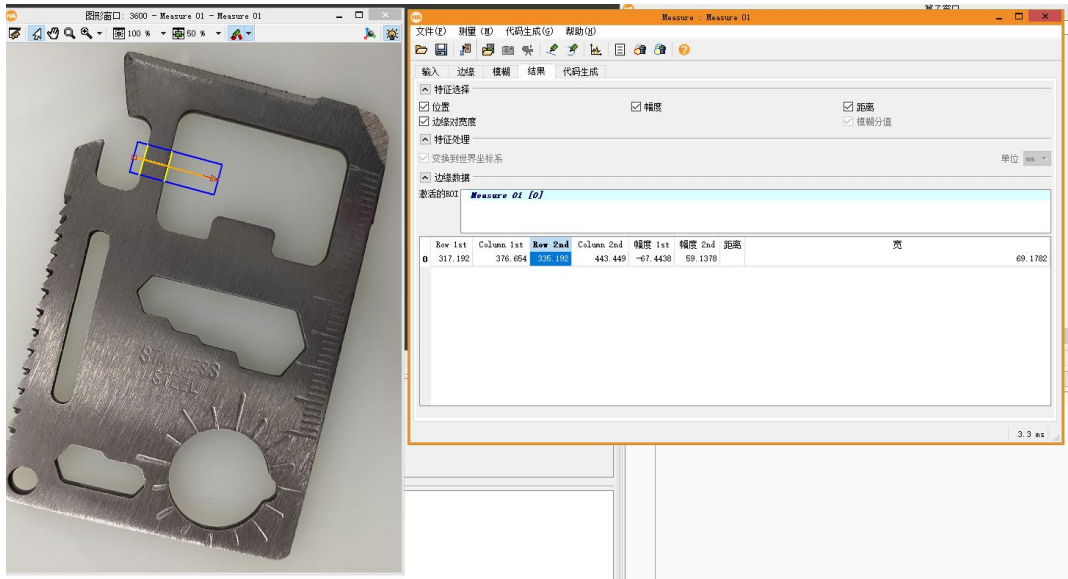

图 3-8 “结果”选项卡
③ 切换到“结果”选项卡，显示当前参数设置下的测量结果，如图 3-8。“宽”表示边缘内两边缘的距离，本例中该数据就是我们的测量目标；“距离”表示连续边缘对之间的距离，本例中只有一对边缘，所以此参数为空。